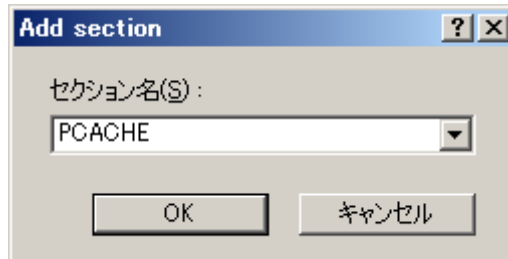

図5.3.15 セクション設定⑤
- (5) [Add section]ダイアログボックスが開きます。図 5.3.15に示すように「セクション名 (S)」に"PCACHE"と入力し、"OK"ボタンをクリックします。